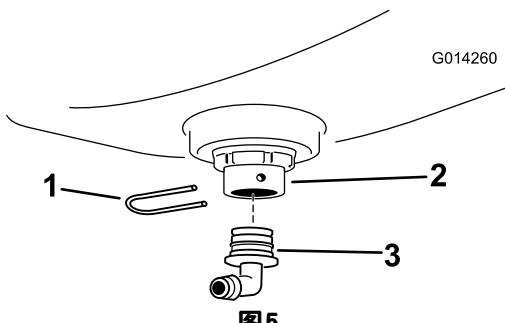

图5
4. 在隔板接头上安装 90 度接头，并使用固定叉（图5）来固定。旋转接头，使其面向后方。